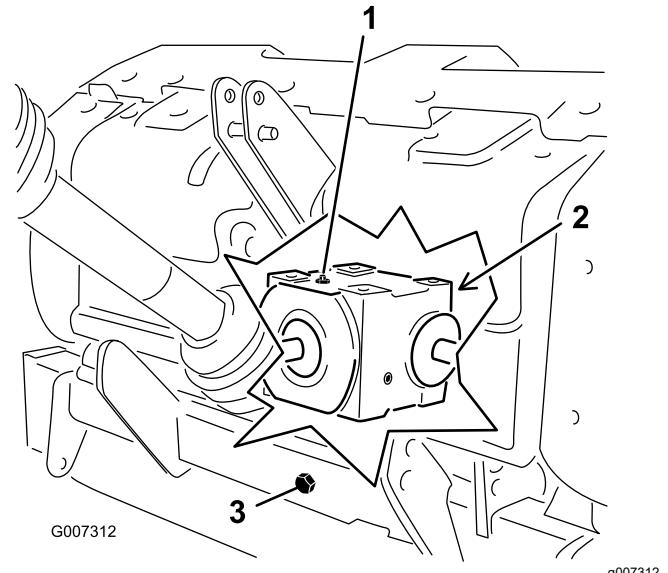

Bild 31
2. Entfernen Sie die Prüfschraube vom Getriebe (Bild 31).
3. Stellen Sie sicher, dass der Ölstand die Unterseite des Prüfschraubenlochs im Getriebe erreicht (Bild 31).
1. Entfernen Sie Rückstände von der Füllschraube und dem Ablassdeckel, um eine Verunreinigung zu vermeiden (Bild 31).